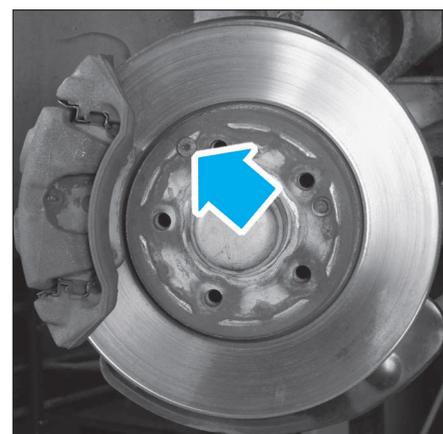

FIG. 4
- la vis de fixation du disque (Fig.4).